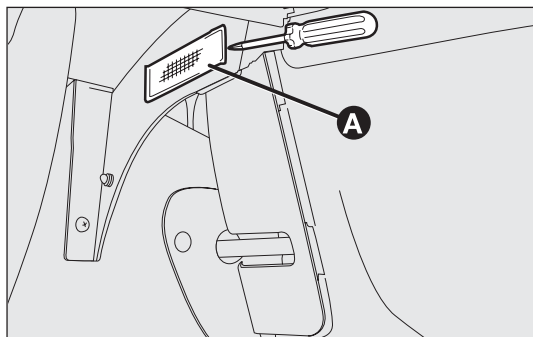

fig. 163
- mediante il cacciavite in dotazione, estrarre la plafoniera A-fig. 163 agendo nel punto indicato.